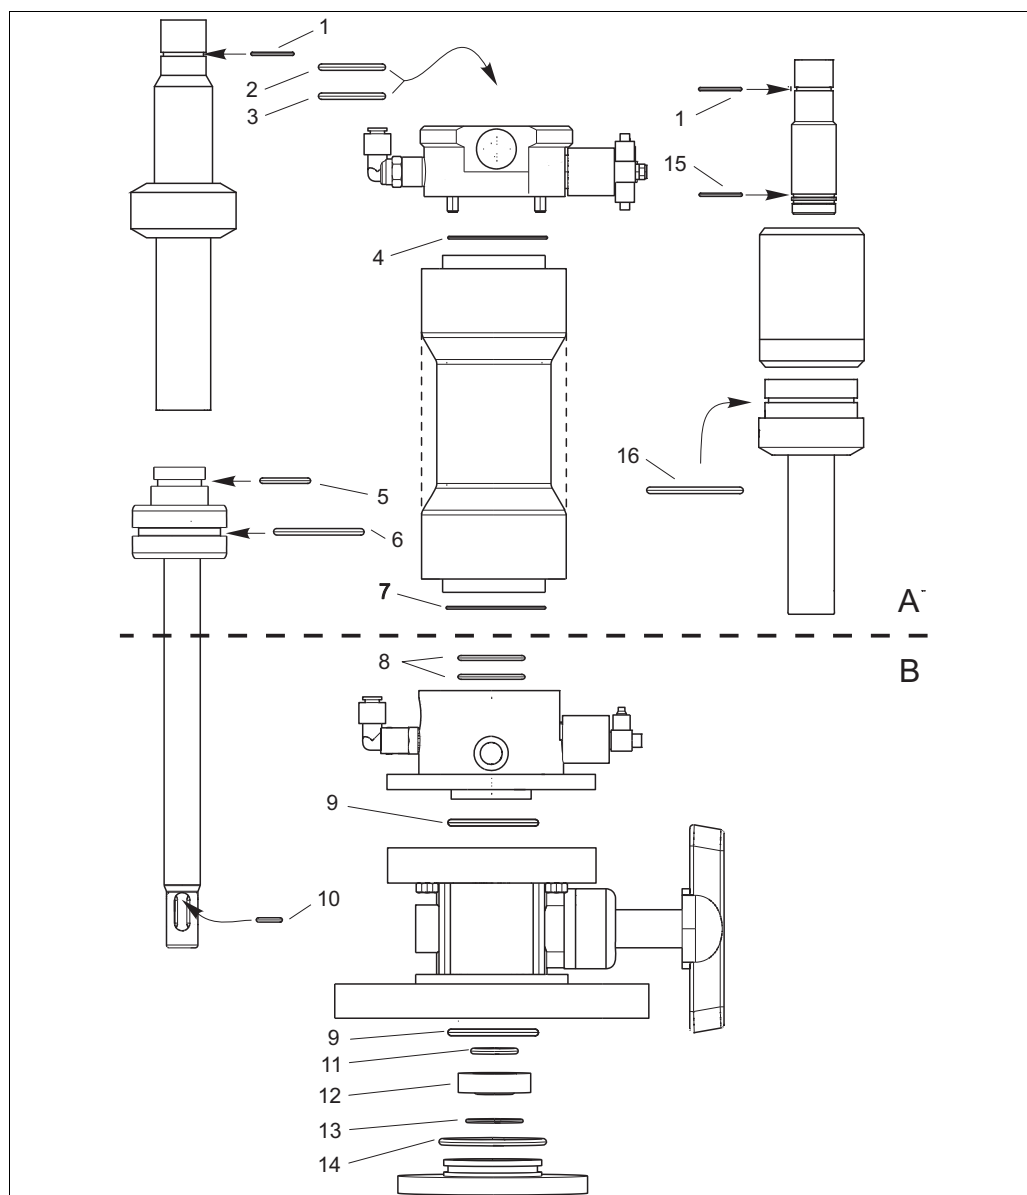

Рис. 39: Расположение уплотнений
2. Замените уплотнения согласно Рис. 39.